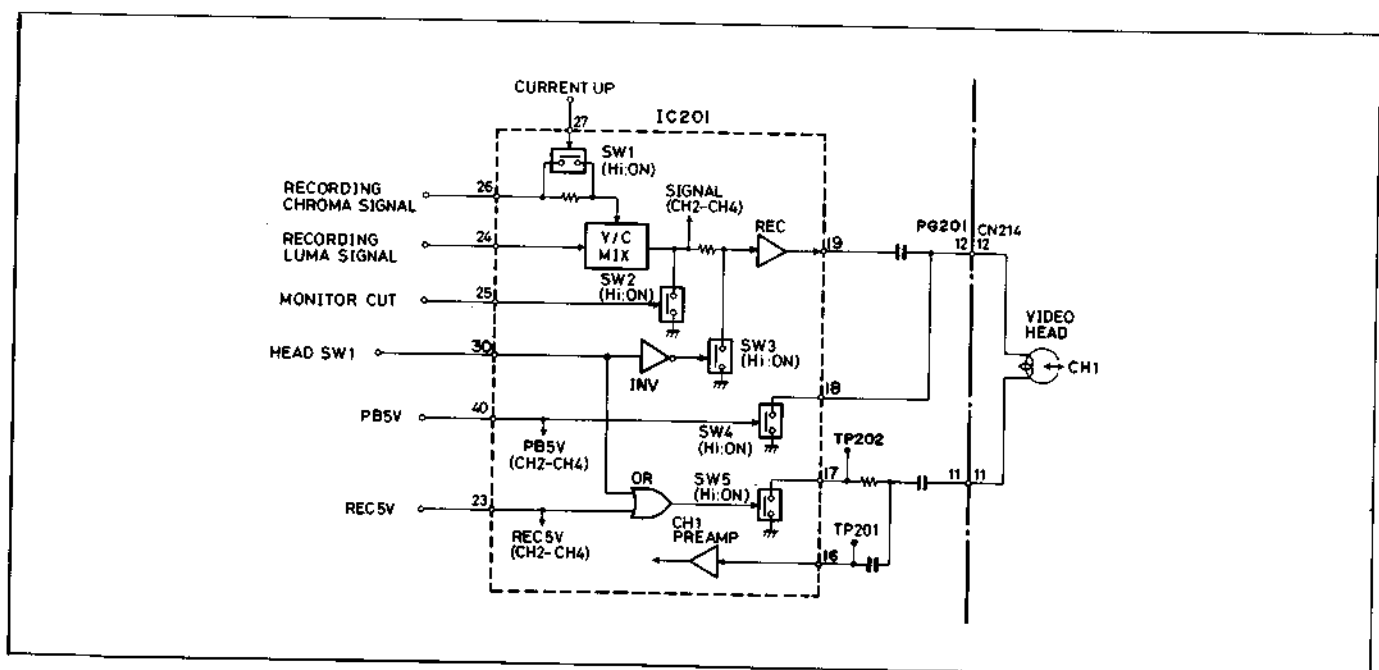

Abb. 5-2 Kopfwechsel-Schaltkreis
Kopfwechsel-Schaltkreis (Abb. 5.2 bis 5.5)
Luminanz/Chroma-Mischstufe (Y/C MIX) und Aufnahmeverstärker (REC AMP) (Abb. 5.2, 5.3)
Der Kopfwechsel-IC (IC201) weist 4 Kanäle (CH1 bis CH4) auf. In Abb. 5.2 ist nur der Kanal Nr. 1 dargestellt. Da REC5V über den Stift 23 und das OR Gatter (OR) an den Kopfwechsel-Schaltkreis (SW5) während der Aufnahme angelegt wird, schaltet der Schaltkreis SW5 ein, wodurch die Wiedergabeklemme des CH1 Video-Kopfes über einen Widerstand, den Stift 7 und SW5 mit Masse verbunden wird.